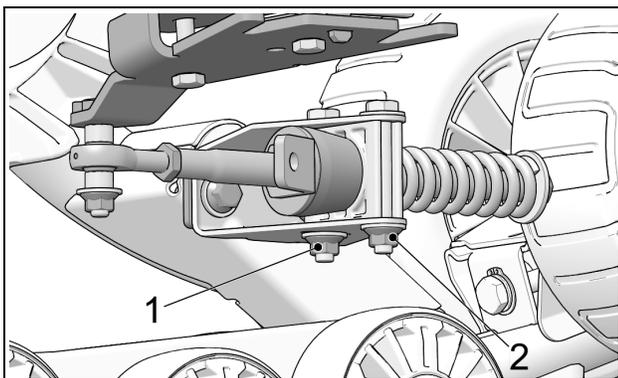

Abbildung 9
- Schrauben des Verdrehsicherungsbügels (1) und (2) mit einem Anzugsmoment von 50 N•m [37 lb-ft] festziehen. Siehe Abbildung 9.